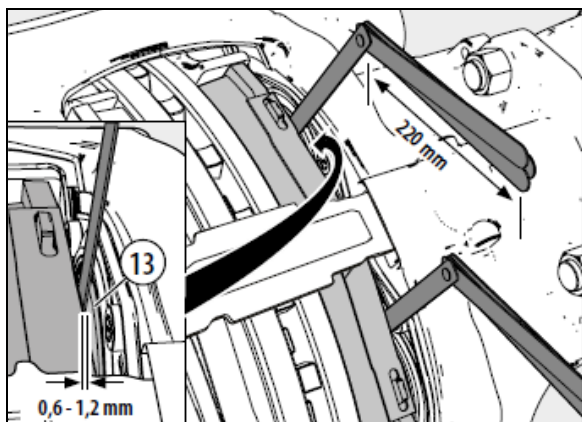

Figure 34: Contrôler le jeu entre les ensembles poussoirs et la plaquette intérieure
9. Réglez le jeu de départ en tournant la vis de réglage (23) avec l'adaptateur (61) en arrière puis en avant (à noter qu'en tournant en arrière, un clic perceptible peut être audible et ressenti), jusqu'à atteindre une valeur d'entrefer de 1,3 mm (mesure réalisée entre la plaquette de frein et les ensembles poussoirs (13)).
11. Contrôler le jeu entre les ensembles poussoirs (13) et le support de plaquette intérieure (12). Cette mesure doit être réalisée sur l'ensemble de la surface des deux ensembles poussoirs de façon simultanée avec deux jauges d'épaisseur (les deux jauges d'épaisseur doivent avoir une longueur d'au moins 220 mm) (voir Figure 34).